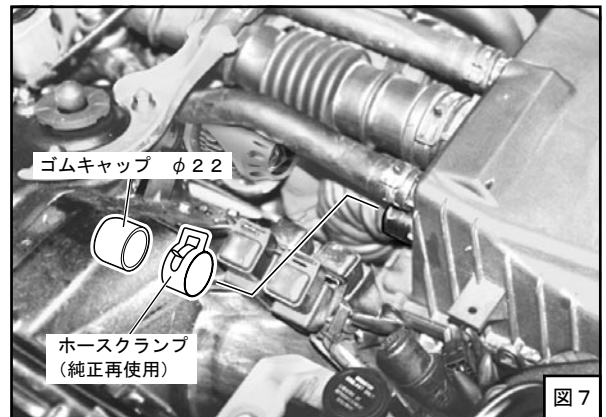

図7
- (5) エアクリーナケースの下側φ22ボスにφ22ゴムキャップを取付けてください。（図7）
- (6) ブローオフアセンブリやブローオフステーがボディなどと干渉しない様位置を決め、ホースバンド・ボルトを本締めしてください。